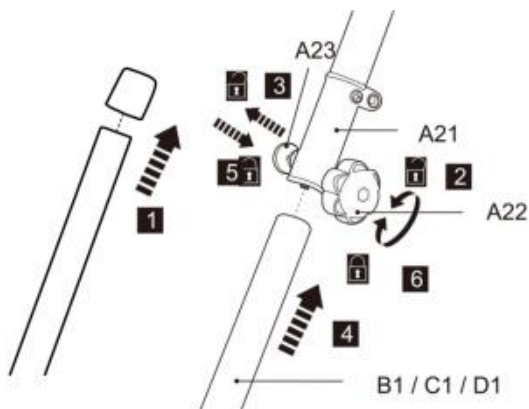

Fig. 3
17. Retire la tapa de protección preinstalada del poste inferior (B1/C1/D1) (Fig.3 , paso 1).
18. Afloje la perilla de bloqueo (A22) , pero no la retire por completo (Fig.3 , paso 2).
19. Alinee e inserte el poste inferior (B1/C1/D1) en el manguito de bloqueo (A21), mientras tira del resorte. perno (A23) (Fig.3 , paso 3 y 4).
20. Gire ligeramente el poste inferior para alinear el orificio con el resorte. perno (A23) . soltar el resorte perno después para asegurar el poste inferior en su posición. Asegúrese de que el resorte El perno encaja en el orificio (Fig.3 , paso 5).
6. Apriete la perilla de bloqueo (A22) para asegurar la conexión (Fig.3 , paso 6).